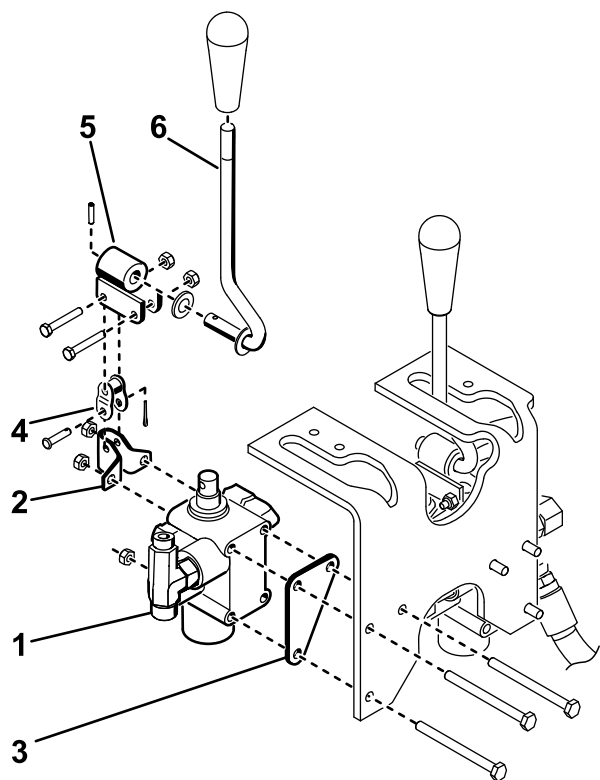

図 10
4. 1/4 x 3" ボルト3本とロックナット3個を使って、バルブアセンブリ、ピボットブラケット、およびバルブプレートをフレームに取り付けます(図 10)。取り付けの際に、バルブプレートをフレームメンバーの前面に配置し、留め具を1012 N・m (1.081.30kgm) のトルクで締め付ける。
5. ボルト (#10 x 1-1/4")2本 とロックナット2個を使って、ピボットレバー アセンブリをバルブ スプールとオフセットリンクに仮止めする(図 10)。